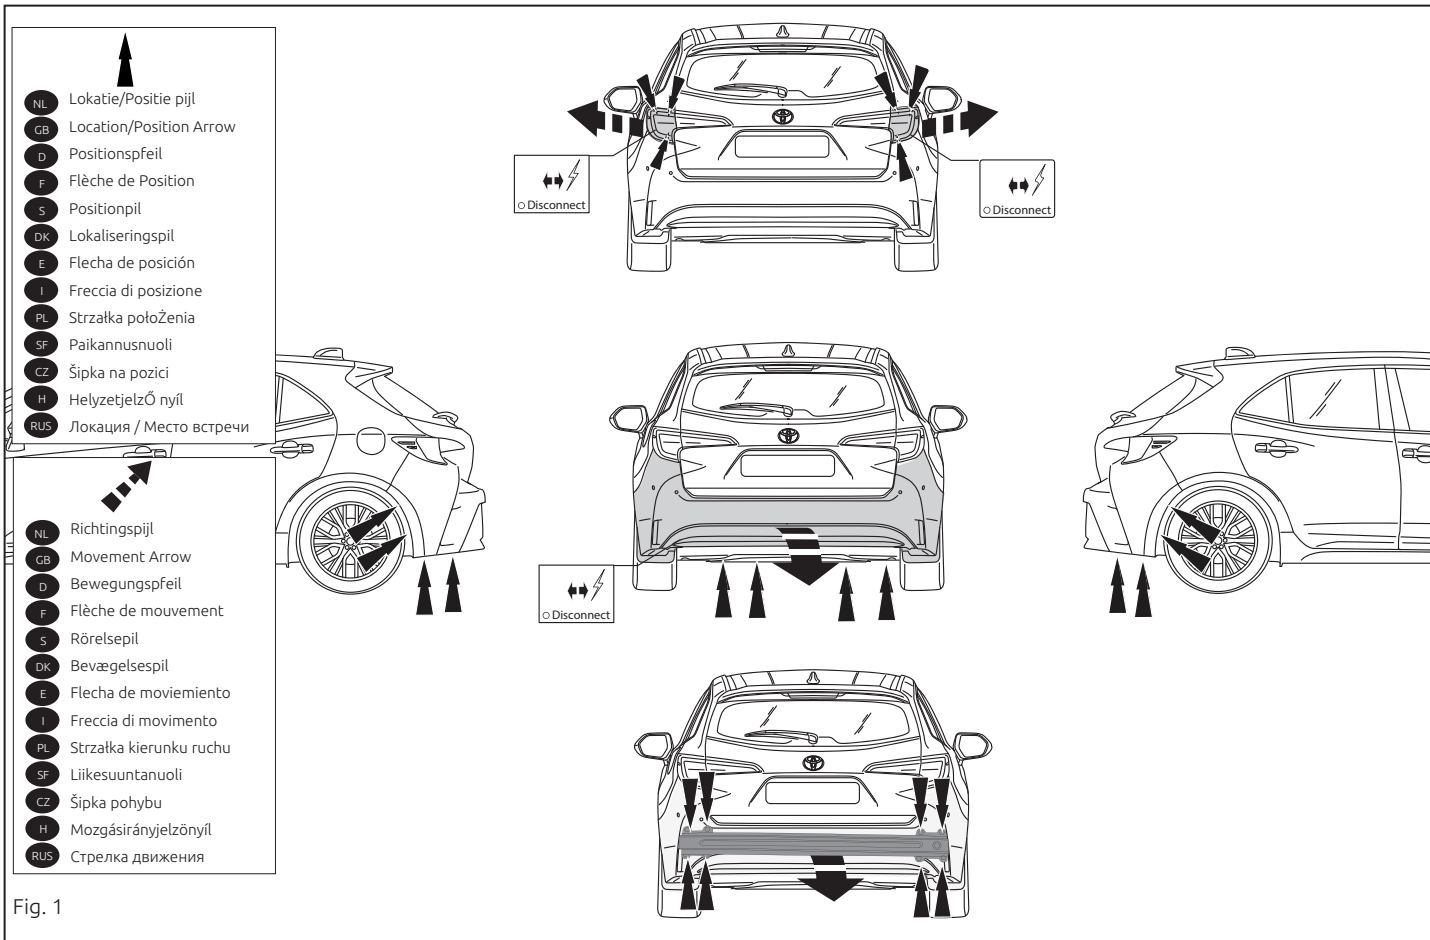

Fig. 1
1. Снять оба блока задних фар. Снять бампер вместе со стальным буферным брусом автомобиля. Буферный брус больше не понадобится. Посадить болты на место. См. рисунок 1.